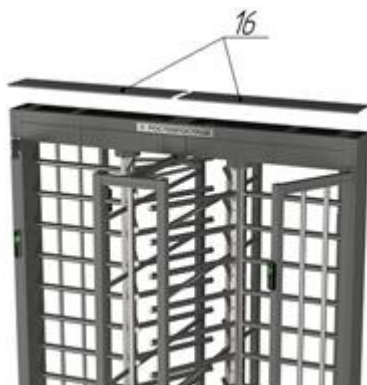

Рис. 7
Режим калибровки. Режим предназначен для установки исходного (нулевого) положения лопастей. Это может потребоваться, например, при замене датчика углового положения лопастей. Для перевода турникета в режим калибровки необходимо снять крышку привода (Рис.7) и нажать кнопку включения режима калибровки (кнопка расположена на боковом ребре корпуса привода). При включении режима калибровки раздается прерывистый звуковой сигнал и мигает зеленым индикатор прохода ПДУ одного из направлений (другой проход горит красным).
6.2.5. Окончательная сборка (рис. 7, 8):